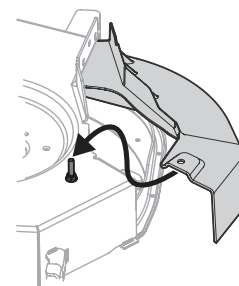

Figura 11
5. Coloque una mano en el medio de la parte superior del conjunto para abono a fin de asegurar la brida horizontal en su lugar. Mientras sujeta el conjunto para abono en su lugar con una mano, use la otra mano para la lengüeta del orificio de montaje sobre el poste de la fijación y enganche el orificio de montaje al poste de la fijación en la parte superior de la plataforma. Vea la Figura 11.